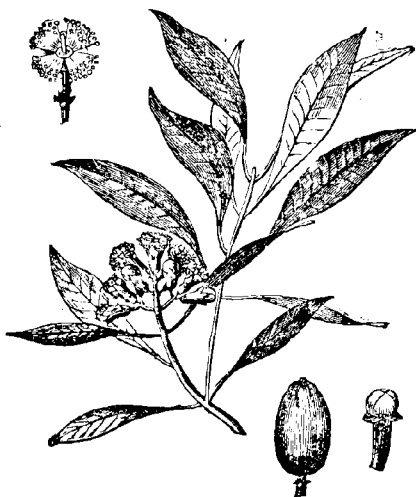

Fig. 203. Giroffier.
**Origine.** — Le clou de girofle est la fleur non épanouie d'un arbrisseau, le giroffier (fig. 203). Elle est cueillie en juin ou en décembre et séchée sur des nattes.